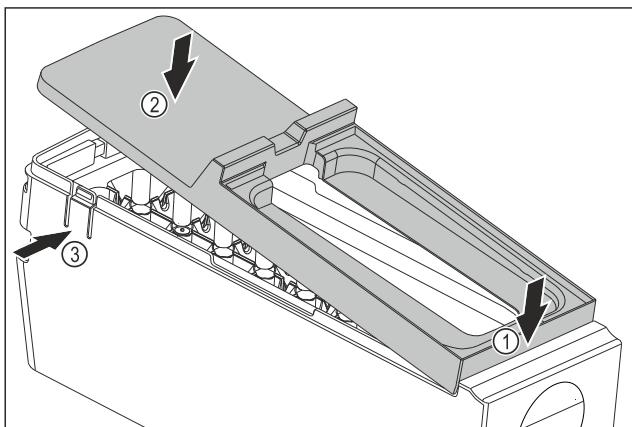

Fig. 147
- Abdeckung des EasyTwist-Ice-Körpers montieren: Abdeckung vorne ansetzen. Fig. 147 (1)
- Abdeckung hinten absenken. Fig. 147 (2)
- Abdeckung rastet hörbar in beiden Laschen Fig. 147 (3) ein.